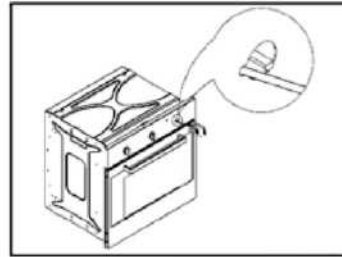

РИС. 5
- при наличии металлической передней панели регулировка должна выполняться через отверстие с левой стороны от ручек переключателей (рис. 5).